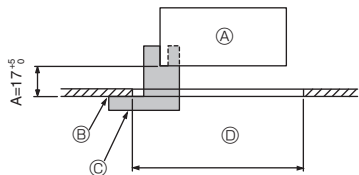
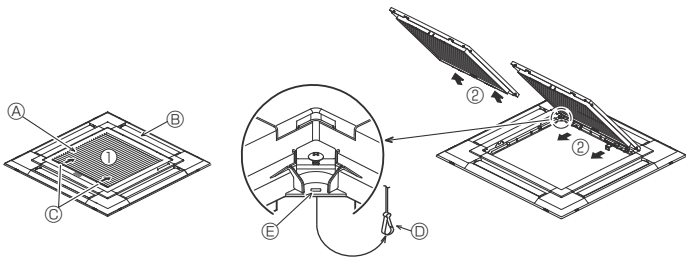
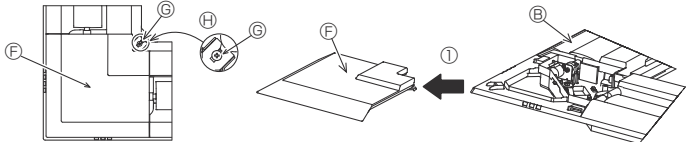

Fig. 9-2
Fig. 9-3
Fig. 9-4
①	Решетка	1	950 × 950 (мм)
②	Монтажный калибр	1	(Поделен на 4 части)
③	Винт (4 × 16)	1	Для PLP-6EAE, PLP-6EALME2
④	Угловая панель i-see sensor	1	Для PLP-6EAE, PLP-6EALME2
⑤	Беспроводной пульт дистанционного управления	1	Для PLP-6EALM2, PLP-6EALME2
⑥	Держатель пульта дистанционного управления	1	Входит в комплект при наличии беспроводного пульта дистанционного управления. *
⑦	Батарейки LR6 AA	2	Входит в комплект при наличии беспроводного пульта дистанционного управления. *
⑧	Шурупы-саморезы 3,5 x 16	2	Входит в комплект при наличии беспроводного пульта дистанционного управления. *
9.2. Подготовка к установке вентиляционной решетки (Fig. 9-2)
- С помощью поставляемого в данном комплекте калибра ② отрегулируйте и проверьте размещение главного прибора относительно поверхности потолка. Если положение главного прибора относительно поверхности потолка неправильное, то результатом могут явиться утечки воздуха или образование конденсата.
- С Монтажный калибр ② (вставлен в главный прибор)
9.2.1. Удаление воздухозаборной решетки (Fig. 9-3)
- Сдвиньте рычаги в направлении, обозначенном стрелкой ①, чтобы открыть воздухозаборную решетку.
- Пока воздухозаборная решетка находится в "открытом" положении, удалите стержень воздухозаборной решетки с вентиляционной решетки в направлении стрелки ②.
9.2.2. Удаление угловой панели (Fig. 9-4)
- Ослабьте 4 винта на углу. Сдвиньте угловую панель в направлении стрелки ①, показанной на рисунке, и снимите ее.
[Fig. 9-3] [Fig. 9-4]